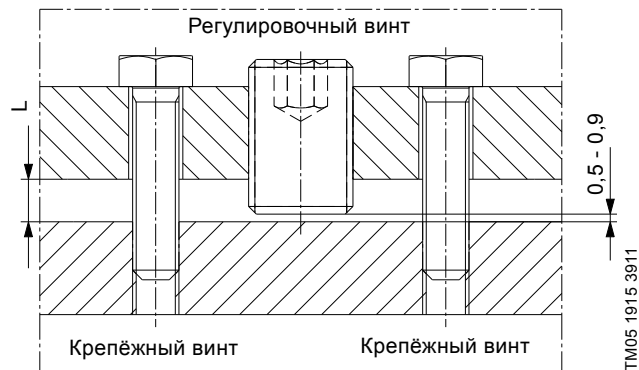

Рис. 11 Регулировка зазора рабочего колеса
3. Ослабить регулировочные винты и отвести назад крышку впуска на $0,5 - 0,9 \text{ мм}$ с помощью шести крепёжных винтов (поворотом около 270° крепёжного винта M12) и расстояния «L» в качестве опорной величины. См. рис. 11;